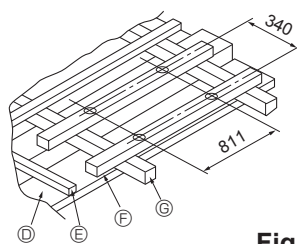

Fig. 2-4
① Per strutture di legno (Fig. 2-4)